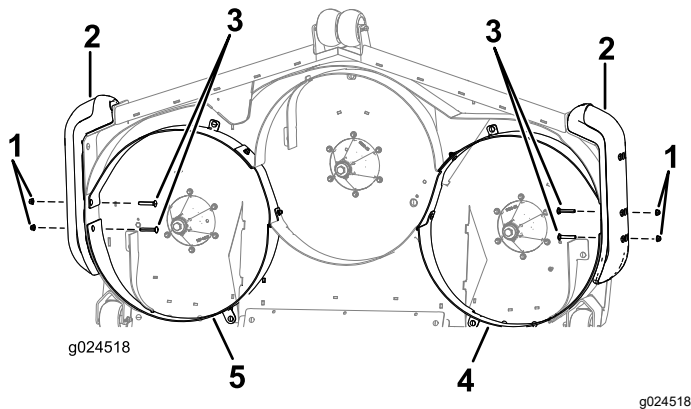

Figure 5
Remarque: Pour faciliter l'alignement des déflecteurs, insérez, mais ne serrez pas, les boulons de carrosserie (3/8" x 2 1/2") et les écrous à embase (3/8") par le côté des déflecteurs et du pare-chocs (Figure 5).
1. Insérez 2 boulons de carrosserie (3/8" x 2 1/2") de chaque côté dans les déflecteurs droit et gauche et dans les pare-chocs (Figure 5).
2. Bloquez les 2 boulons de carrosserie avec 2 écrous à embase (3/8") de chaque côté (Figure 5).